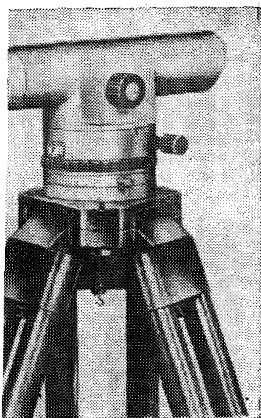

рис. 18. Нивелир Ni 050
3.15. Нивелир Ni 050 (рис. 18) предназначен для производства технического нивелирования, может использоваться в геодезических работах в строительстве.